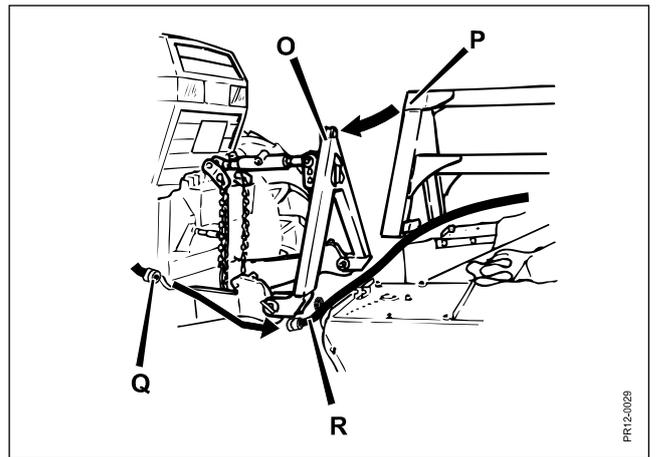

Fig. 3-28
**Fig. 3-28** Die Maschine zum Boden absenken, die Abstellstütze in der Länge einstellen, damit sie die Stabilität der Maschine sichert, und der Schnellkuppler **O** auf dem Frontlift nach unten und aus dem Oberlenker **P** ziehen.